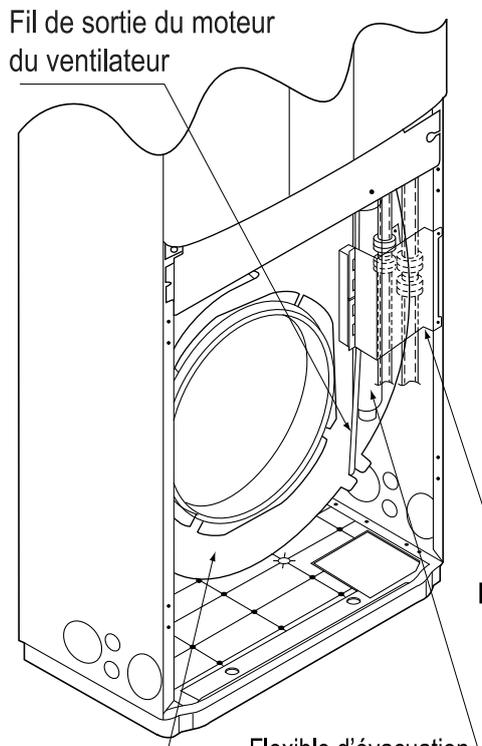

Fig. 12
- Détachez la retenue de tuyau. **(Reportez-vous à la Fig. 12)**
- Une fois les travaux de tuyauterie de fluide frigorigène et de câblage électrique effectués, maintenez la tuyauterie de fluide frigorigène, le flexible d'évacuation de l'unité intérieure, le câblage de raccord des unités intérieure et extérieure et le conducteur de terre avec la plaque de retenue de la tuyauterie (**reportez-vous à la fig. 12**). La tuyauterie de fluide frigorigène qui pénètre dans l'unité intérieure peut alors entrer en contact avec la grille d'aspiration. Veillez par conséquent à ne pas rallonger la tuyauterie de fluide frigorigène au niveau de la plaque de retenue de la tuyauterie (pour les travaux de câblage électrique, reportez-vous au chapitre "8. TRAVAUX DE CÂBLAGE ÉLECTRIQUE").